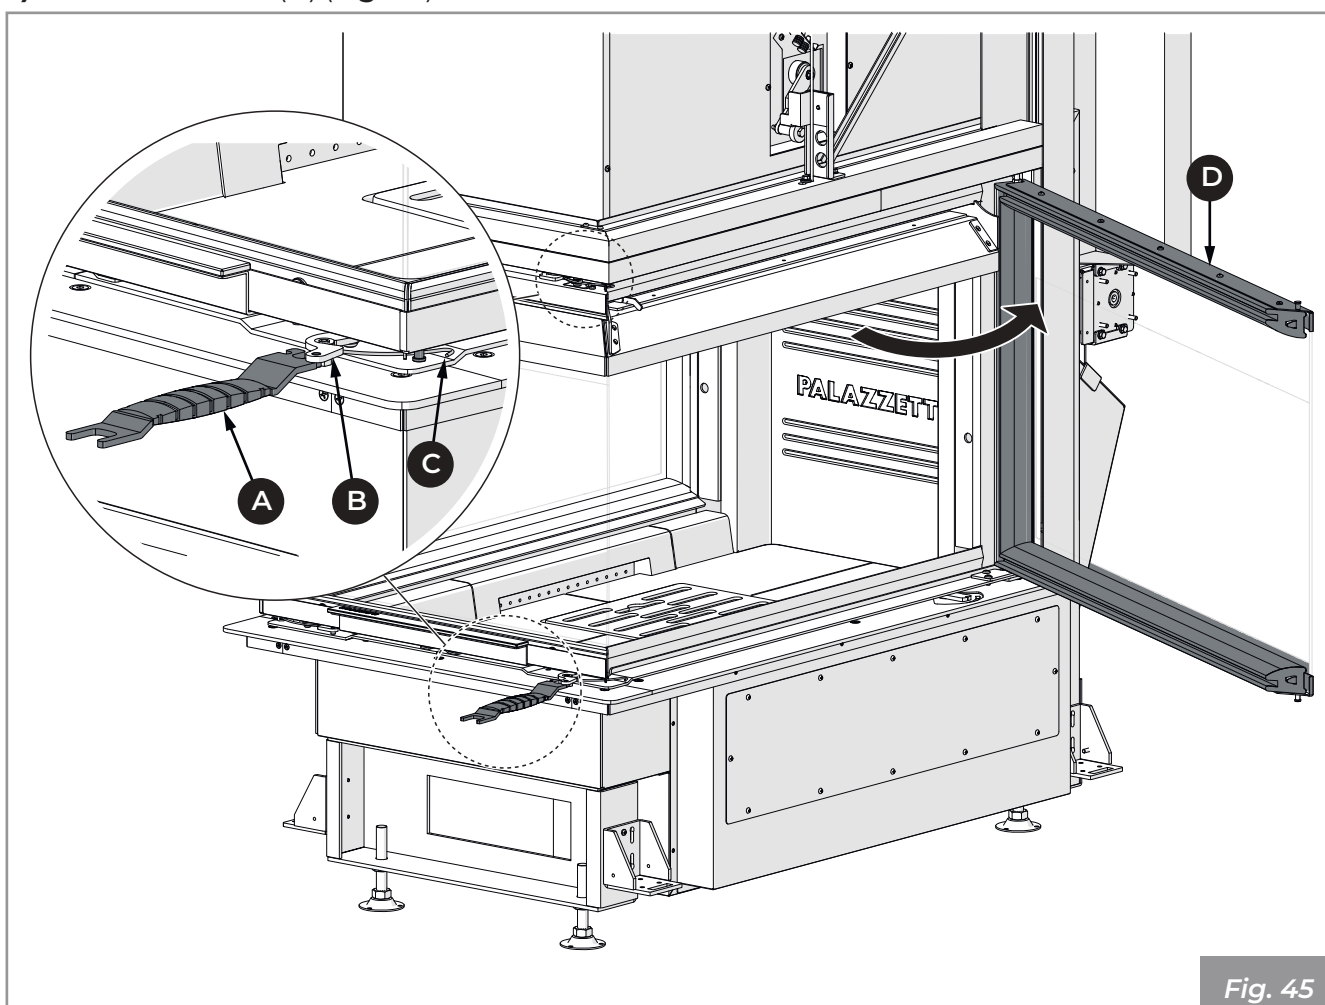

Fig. 45
- 1) Utiliser la poignée froide (A) pour tourner le levier (B) et libérer le crochet (C)
- 2) Ouvrir le battant (D) (Fig. 45).